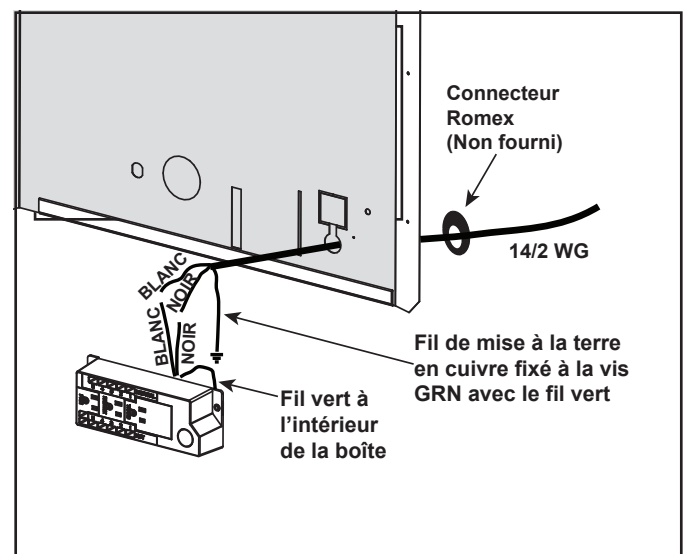

Figure 8.1 Détails de la boîte de jonction
- Enlever la vis retenant la boîte de jonction/le réceptacle à l'enveloppe extérieure, tourner la boîte de jonction pour la dégager de l'enveloppe extérieure (voir figure 8.1).
- Introduisez les fils électriques depuis l'extérieur de l'appareil par cette ouverture, jusqu'au compartiment de vanne, et fixez avec un connecteur Romex. Voir la figure 8.1.